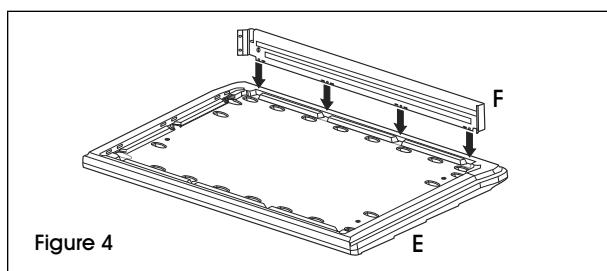

Figure 4
- Insérez le linteau (F) dans le dessous du panneau de toit (E). (Voir Figure 4)